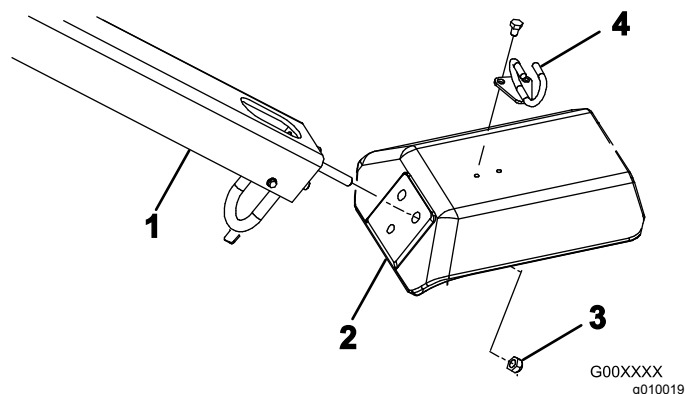

図 4
2. フォークの穴にハンドル取り付け用スタッドを差し込む 図 4。
3. ロックナット ½" 3 個を使って、ハンドルスタッドを固定する 図 4。
5. ボルト 5/16 x ½" 2 本を使って、ケーブルガイドをフォークの上に取り付ける 図 4。